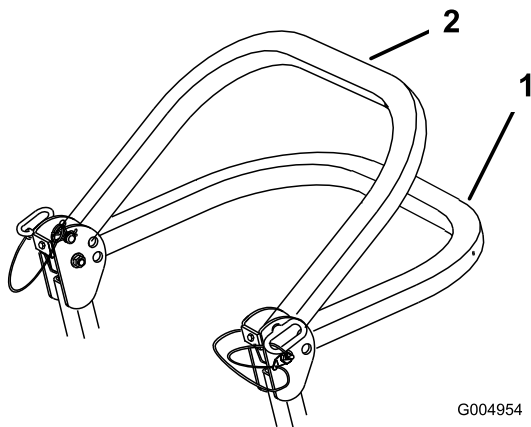

Figura 8
2. Coloque la barra anti-vuelco en la posición de bajada. Hay dos posiciones de bajada. Ver Figura 8.